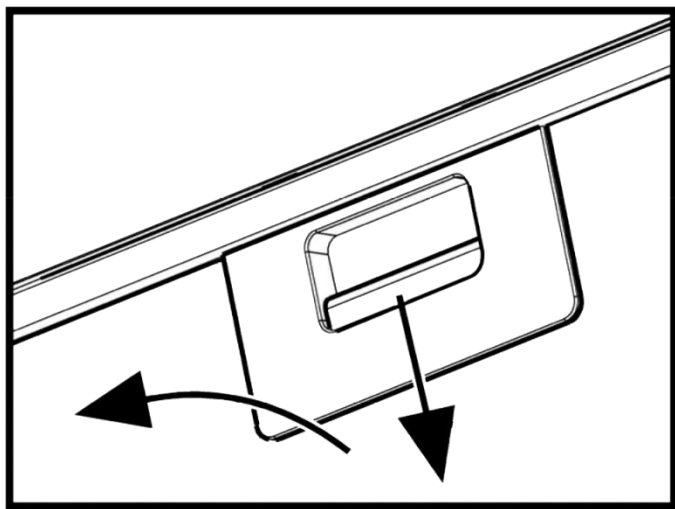

Рис.6
7.10 Для снятия алюминиевого фильтра (**рис.6**) необходимо нажать на пружинную задвижку и, потянув на себя и вниз, снять фильтр с панели. Установку фильтра выполнить в обратном порядке. **Не устанавливайте фильтр после мойки до его полного высыхания.**